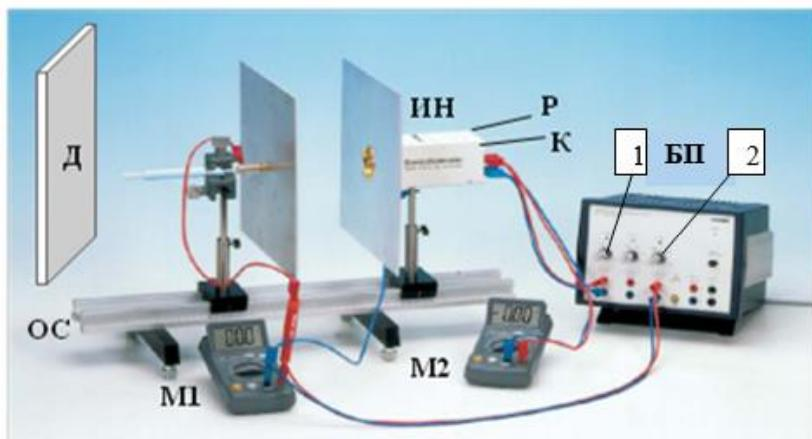

Рис. 2
1. Левую пластину конденсатора вплотную подвиньте к правой пластине и зафиксируйте по масштабной линейке расстояние  $l_0$  (рис.2).
3. Прикрепите вплотную к левой пластине конденсатора (рис.2) диэлектрик толщиной  $d_1$  (см. на установке).
9. Кнопкой **К** на корпусе измерителя напряжённости **ИН** (рис.2) установите свечение светодиода на позиции «10 кВ/м».
1. Измерьте ширину  $X$  и высоту  $Y$  перекрытия металлических пластин (рис.2) и вычислите площадь перекрытия :  $S = X \cdot Y$ .
2. Используя значения  $d_1$  и  $d_2$  вычислите по формулам (1) емкости конденсаторов  $C_1$  и  $C_2$ , а также емкость батареи ( $C = \frac{C_1 C_2}{C_1 + C_2}$ ).